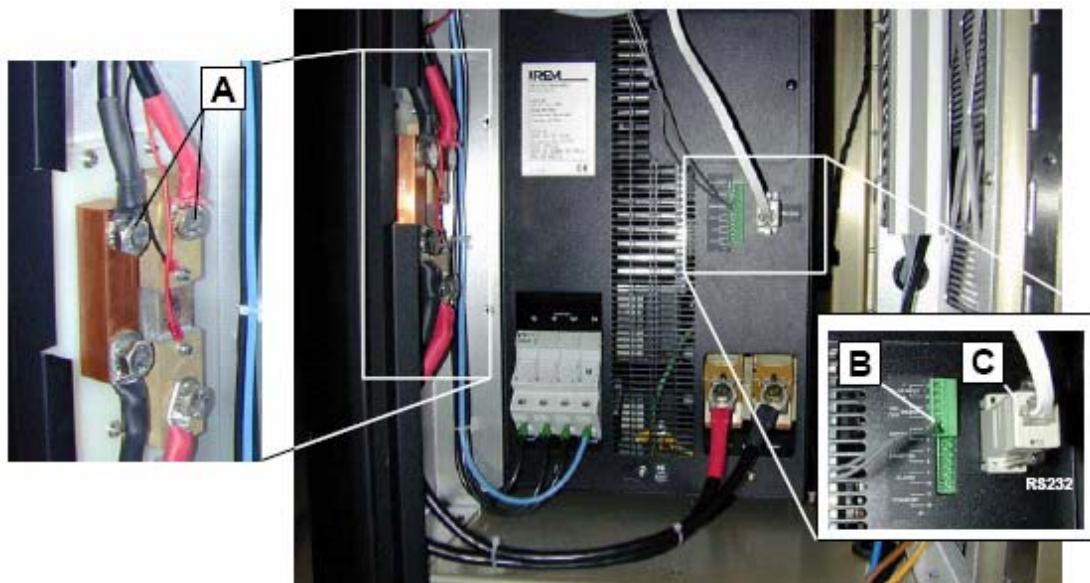

图 8-4 灯电源线的连接
1. 卸下灯电源接线柱上的螺帽 (A)。(图 8-4)
1. 将RS232串行通讯线缆的插头插进IREM电源前面的RS232插座(C) (图8-4)。
1. 从IREM电源前面的插座上卸下绿色的连接器 (B) (图8-4)。